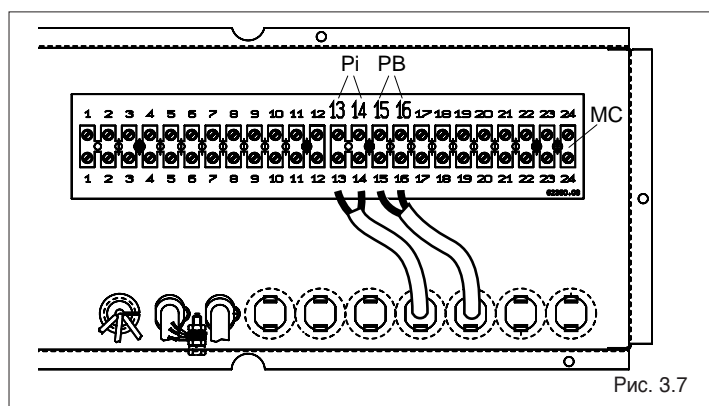

Рис. 3.7
- Подключите насос системы (Pi) к клеммам 13 и 14 клеммной колодки котла (MC), которая находится внутри главной панели управления (Рис. 3.7).
- Подключите насос бойлера (PB) к клеммам 15 и 16 клеммной колодки котла (MC), которая находится внутри главной панели управления (Рис. 3.7).